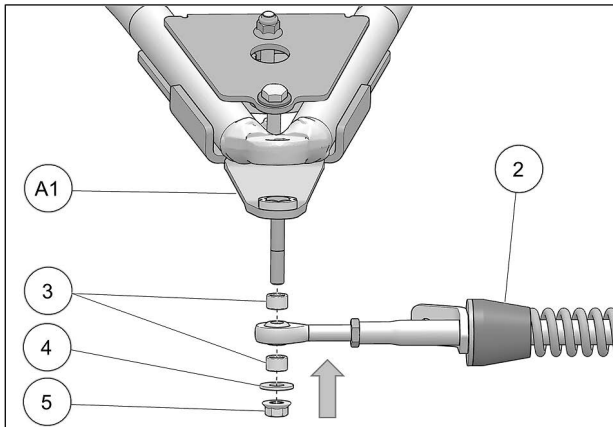

Fig. 31
14. Fixer le bras stabilisateur (2) au boulon déjà installé sur l'ancrage de suspension (A1) à l'aide des deux espaceurs (3), de la rondelle (4) et de l'écrou autobloquant (5). Serrer à un couple de 70 Nm [52 lb•pi]. Voir la Fig. 31